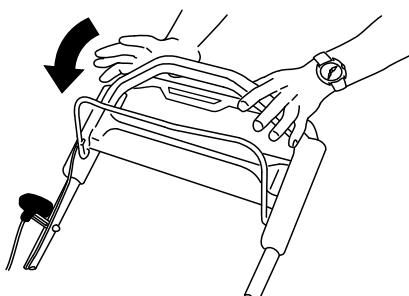

Figura 22
Solte a barra de controlo da lâmina (Figura 22).
- Se o bujão de descarga traseira não estiver instalado, agarre-o pelo manípulo, elevando o defletor traseiro e insira-o na calha de descarga traseira até que encaixe no sítio; consulte Figura 22.